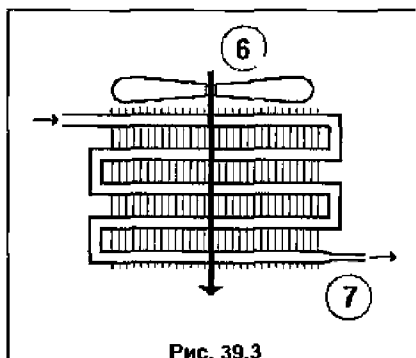
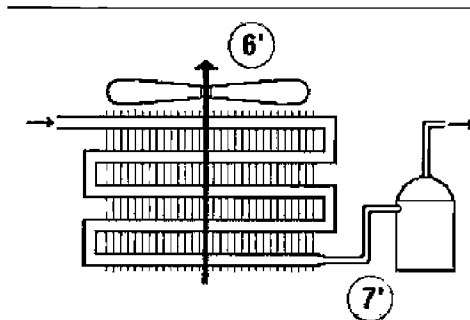

Рис. 39.3
Рис. 39.4
**Ошибка №6.** Вентилятор конденсатора должен вращаться в направлении, обратном тому которое показано на рис. 39.3, **поз.6**.
Однако температура воздуха, охлаждающего низ конденсатора (и обеспечивающего переохлаждение жидкости) будет меньше, если воздух будет проходить через конденсатор не сверху вниз, как на рис. 39.3, поскольку он, пройдя вверх конденсатора, уже нагреется, а снизу вверх, как показано на рис. 39.4, **поз.6'**.
расхода хладагента в контуре, является установка на выходе из конденсатора жидкостного ресивера (поз.7' на рис. 39.4), который служит буферной емкостью (см. раздел 16. Проблема заправки хладагентом).